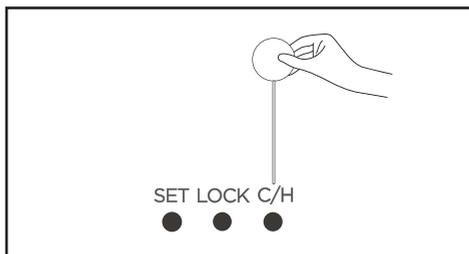

Figura 3.18
1. No modo apenas refrigeração, pressione C/H ● para ativar a função refrigeração e aquecimento. (Consulte a Figura 3.18)